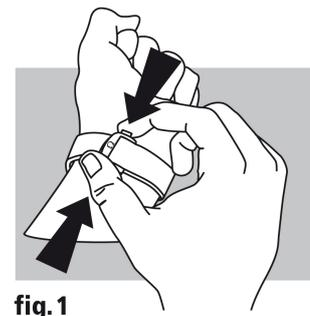

fig.1
**Öffnen (fig. 1):** Zum Öffnen der Schließe betätigen Sie die beiden Drücker an den Seiten der Schließe und ziehen Sie diese nach oben.